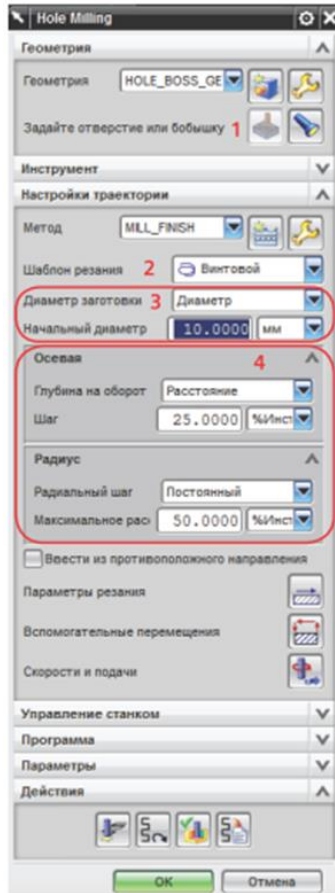

Рисунок 6.13 – Параметры операции обработки отверстий
Як видно в блоці параметрів Геометрія (рис. 6.13), отвір можна задати прямо в операції (1). У нашому випадку воно успадковується з батьківської групи. Шаблони різання (2) в цій операції специфічні: є гвинтовий, спіральний і їх комбінація (гвинтовий по спіралі). Для розрахунку числа проходів використовуються дані про вихідний отвір (3) і параметри радіального і осьового кроку (4).